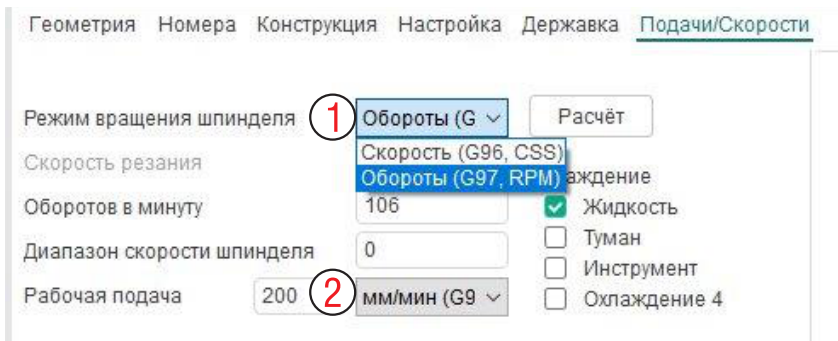

Рис. 17-8. Вкладки и параметры библиотеки инструментов.
Для выбранного инструмента в нижней части окна показываются его параметры. Мы уже разбирали вкладку **Геометрия** (3). На рисунке активна вкладка **Номера** (4), где можно задать номер инструмента и номера корректоров на длину и на диаметр. На рис. 17-8 показаны параметры вкладки **Поддачи/Скорости** (5). Через нее можно с конкретным инструментом связать режимы резания для его использования. Параметры этой вкладки задают и режим вывода некоторых параметров в УП. Например, **Режим вращения шпинделя** определяет вывод либо оборотов шпинделя, либо скорости резания (1). Единицы подачи определяет параметр **Рабочая подача** (2).